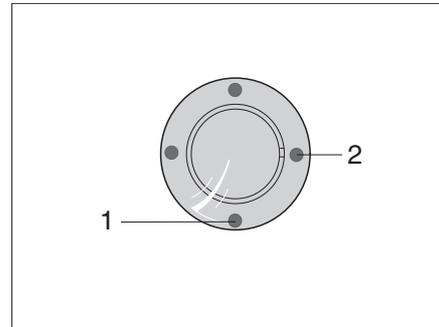
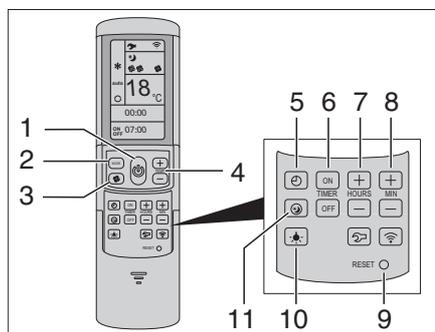

Bild 123 IR-Empfänger/Funktionsanzeige
Bild 124 Fernbedienung
Die Klimaanlage ist auf dem Dach des Fahrzeugs angebracht. Die Fernbedienung (Bild 124) für die Klimaanlage befindet sich im Küchenbereich.
Die Klimaanlage ist betriebsbereit. Die blaue LED (Bild 123,1) leuchtet.
- Zum Einschalten die Taste (Bild 124,1) auf der Fernbedienung drücken. Die blaue LED (Bild 123,1) blinkt.
- Die gewünschte Betriebsart mit der Taste MODE (Bild 124,2) einstellen.
- Bei Bedarf mit der Taste (Bild 124,3) die gewünschte Gebläsestufe und mit den Tasten (Bild 124,4) die Raumtemperatur einstellen.
Ist die auf der Fernbedienung eingestellte Temperatur erreicht, erlischt die blaue LED (Bild 123,1), der Kompressor schaltet ab und das Umluftgebläse läuft weiter.
- Zum Ausschalten die Taste (Bild 124,1) auf der Fernbedienung erneut drücken.
- Zum Programmieren die Klimaanlage mit der Taste (Bild 124,1) auf der Fernbedienung einschalten.
- Mit der Taste (Bild 124,2) die gewünschte Betriebsart und mit den Tasten (Bild 124,4) die Raumtemperatur einstellen.
- Mit den Tasten (Bild 124,6) die gewünschte Funktion auswählen:
- Mit den Tasten (Bild 124,7 und 8) die gewünschte Schaltzeit wählen (15 Minuten bis 24 Stunden).
- Einstellung mit den Tasten "ON" oder "OFF" (Bild 124,6) bestätigen.